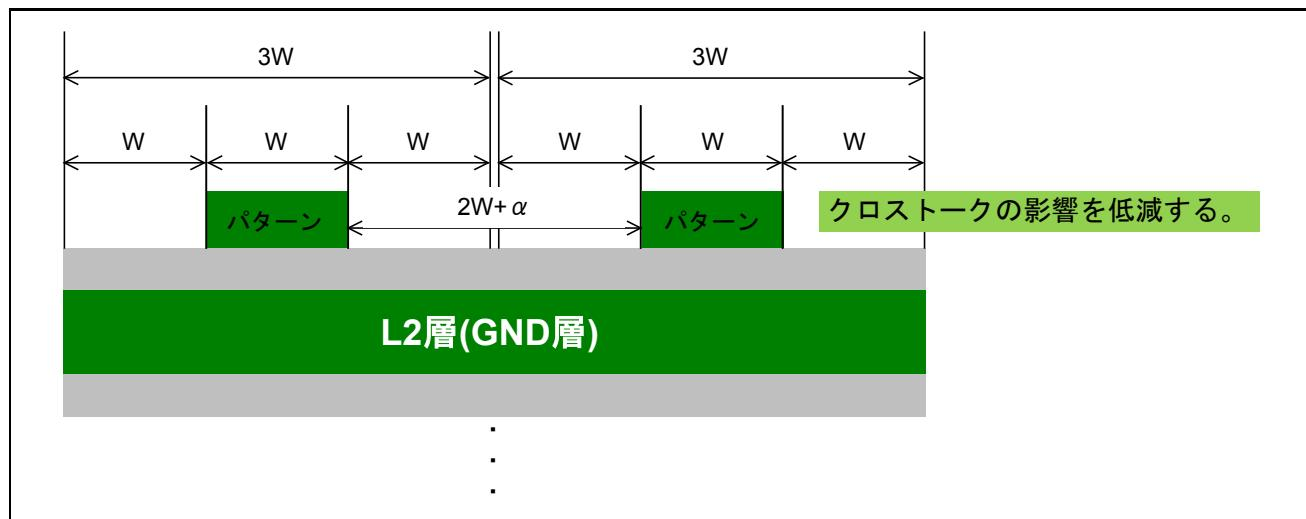

図 4 3W の規則
9. SDRAM 信号および MII/RMII 信号のパターン間は、3W の規則(ライン幅 W に対し 2W+ $\alpha$  以上)で設計します。(図 4 参照)